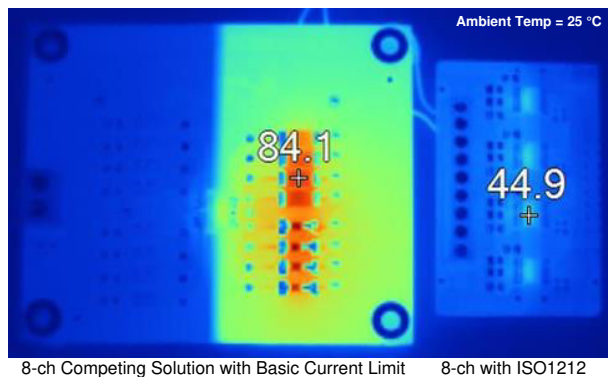

图 5. 电路板温度比较：传统解决方案与 ISO1212 的对比
1. **功率损耗更低：**ISO121x 具有的精确电流限制功能可将数字输入中的电流消耗降低最高 5 倍，从而降低功率损耗和电路板温度。如图 5 所示，在室温测试过程中使用传统解决方案，电路板温度可升至最高 84°C，而使用基于 ISO121x 的解决方案，电路板温度显著降低至 45°C。